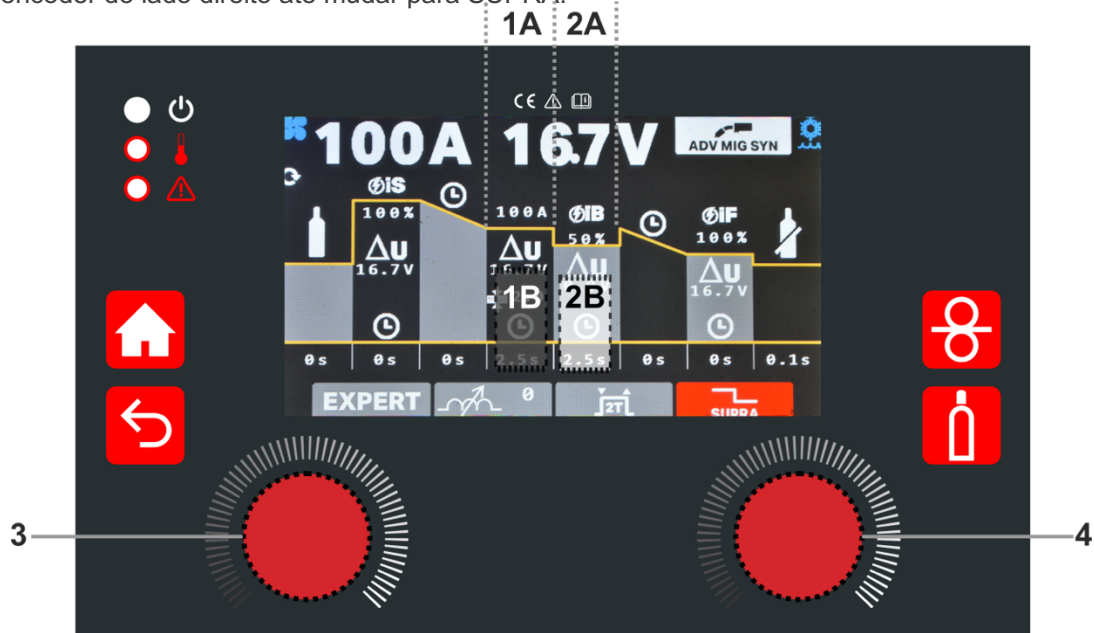

Fig. 9
- Gire o encoder do lado direito (n.º 4 - Fig. 9) até selecionar o botão SUPRA (cor vermelha), depois gire o mesmo encoder do lado direito até mudar para SUPRA.